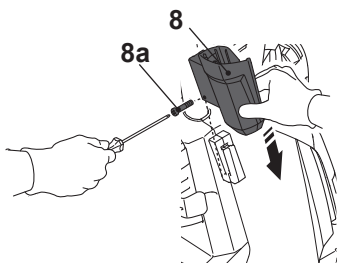

Fig. 1
1. Glisați suportul pistolului de pulverizare (8) pe produs și fixați-l cu șurubul (8a) (Fig.1).